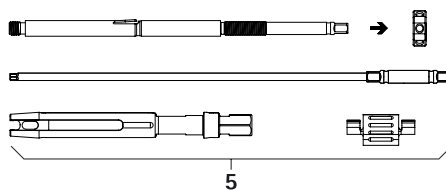

Fig. 2
- Smontare la leva di riduzione percutanea **5**, vedere Fig. 2: disassemblarla completamente e svitare il dado di serraggio.